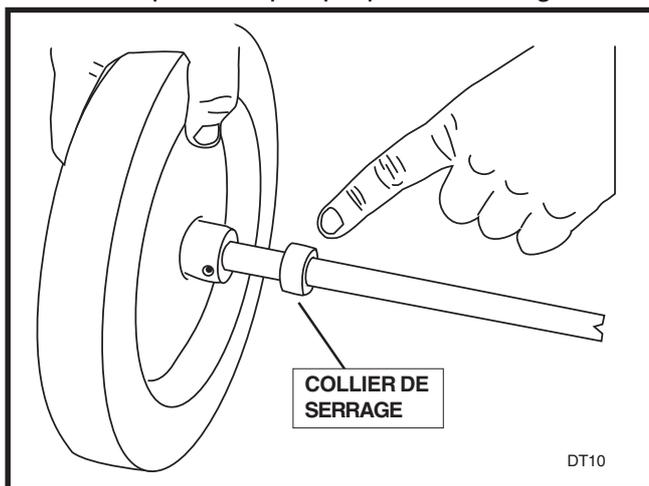

FIGURE 2
11. Ajoutez le collier de serrage à l'arbre et installez l'arbre à travers les roulements et le plateau. Montez l'autre collier de serrage sur l'arbre. Voir la Figure 2. À l'aide d'un chasse-goupille, serrez les colliers de serrage, puis la vis de réglage. Procédez de la même manière de l'autre côté.